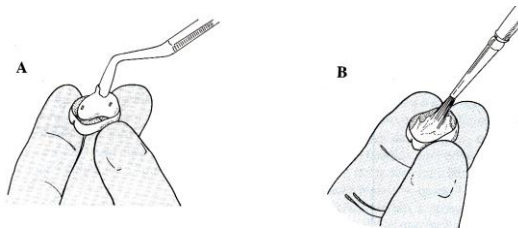

Figura 9 - Esquema do preenchimento da parte interna da peça com cimento. A: com espátula no. 1 e B: com pincel.
8. As paredes internas da coroa são cobertas com uma camada de cimento fina, usando-se a espátula de inserção nº 1 ou o pincel nº 0 (Figura 9);
8. As paredes internas da coroa são cobertas com uma camada de cimento fina, usando-se a espátula nº 1 (figura 9-B);